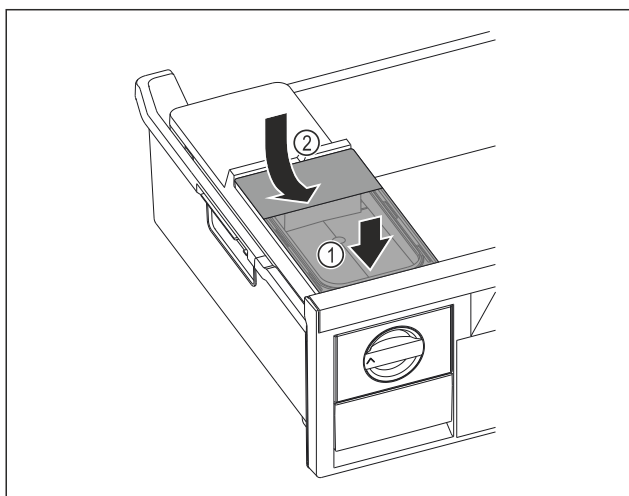

Fig. 122
- ▶ Nasadte vpředu nádržku na vodu. Fig. 122 (1)
- ▶ Spusťte nádržku na vodu vzadu dolů. Fig. 122 (2)